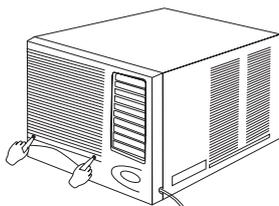

Abb. 7
1. Auf die an beiden Seiten des Filters mit PUSH (Schieben) bezeichnete Stellen drücken, um den Filter abnehmen zu können (siehe Abb. 7).
2. Auf das PUSH-Symbol an beiden Seiten des Luftfilters drücken, um ihn zu schließen (siehe Abb. 7).